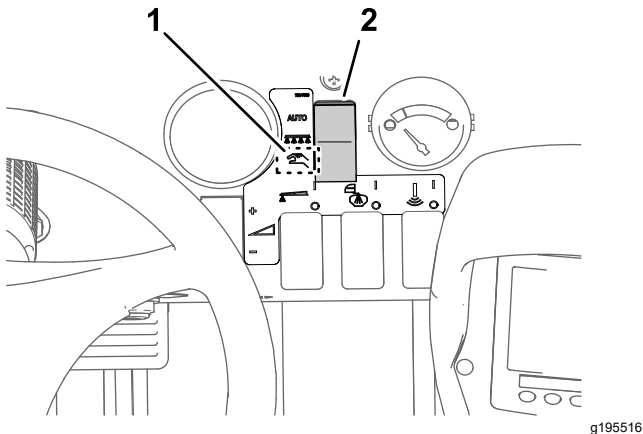

Bild 46
2. Stellen Sie die Taste für den Sprühmodus auf den manuellen Modus (Bild 46).